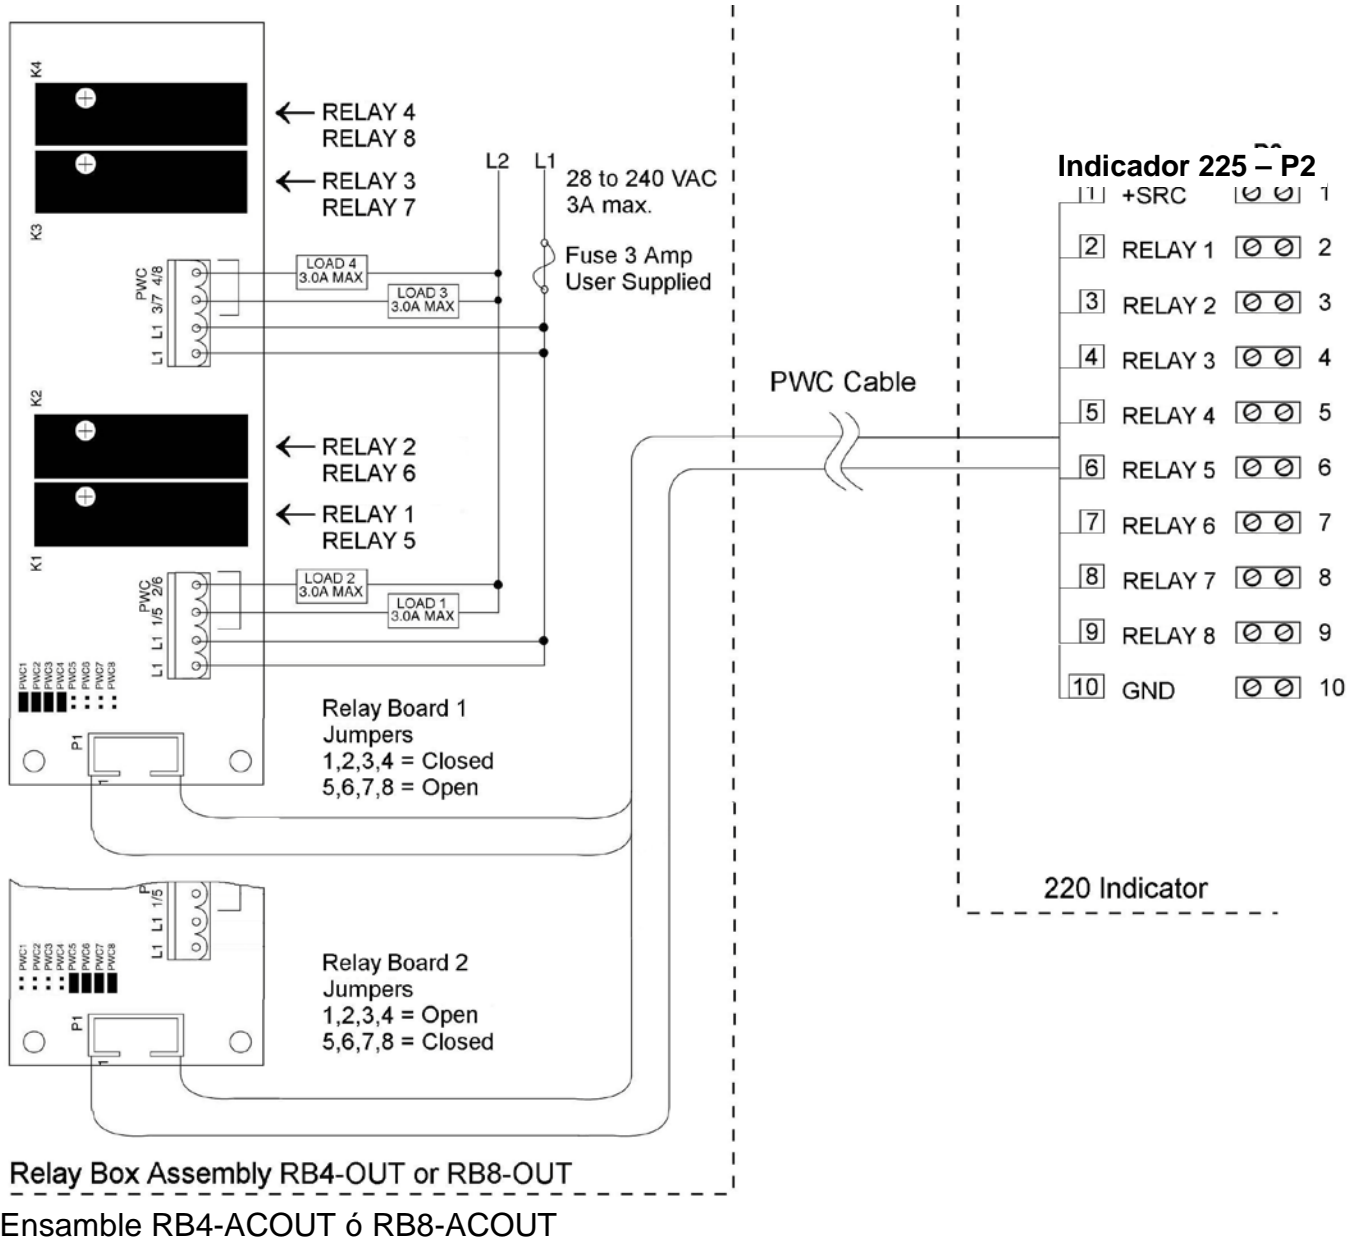
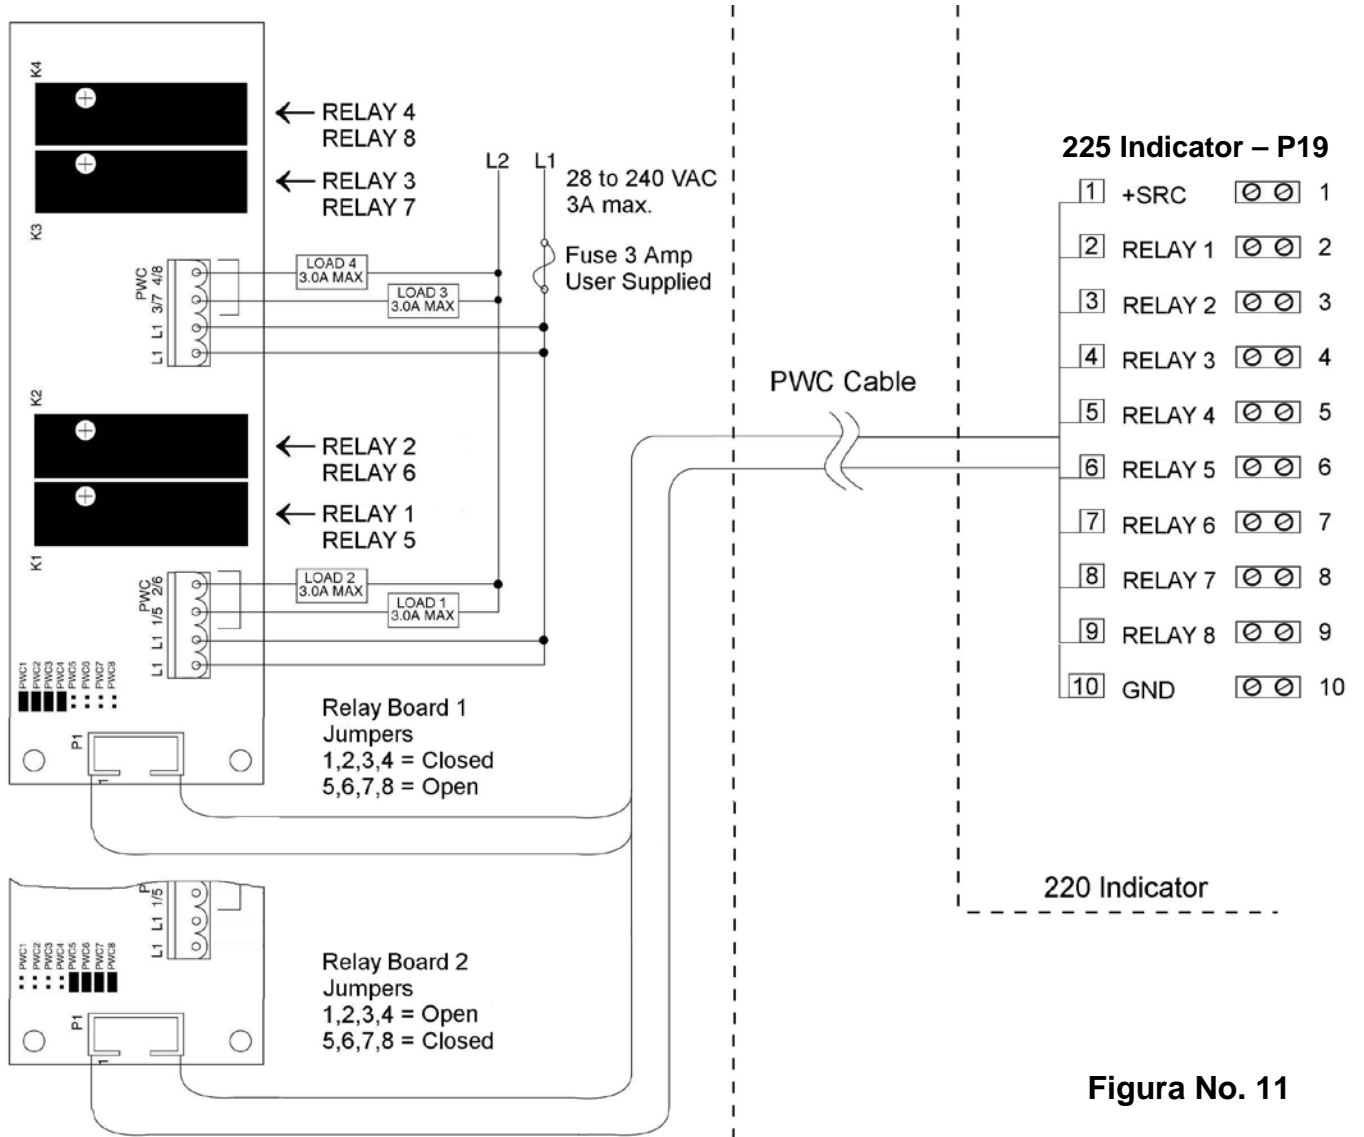
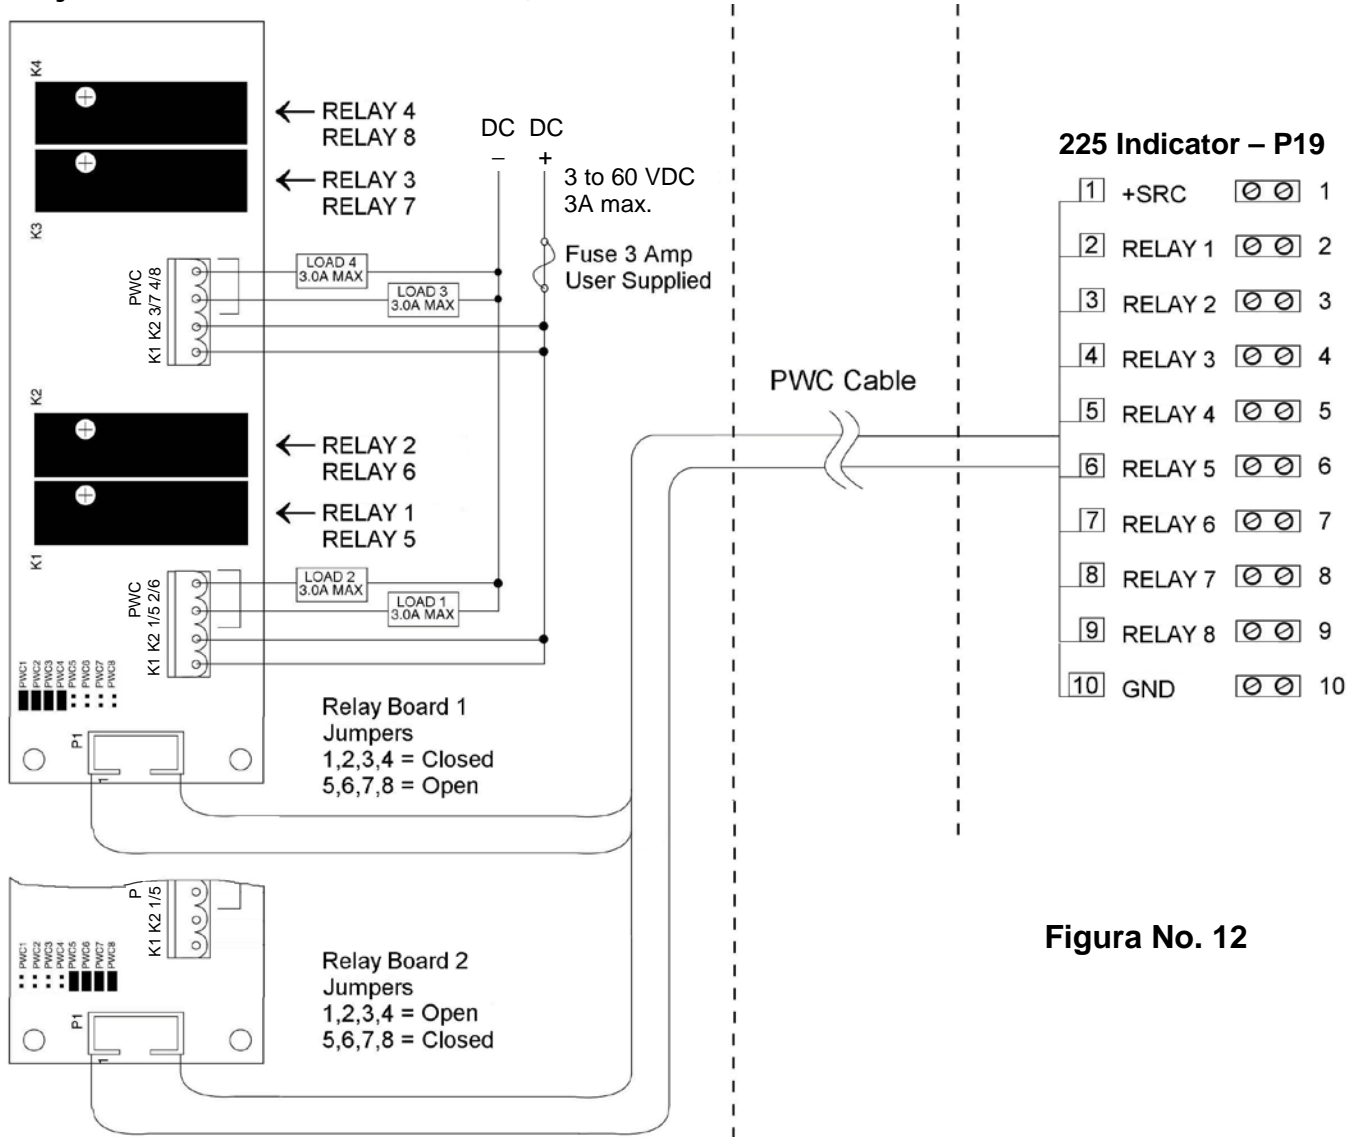
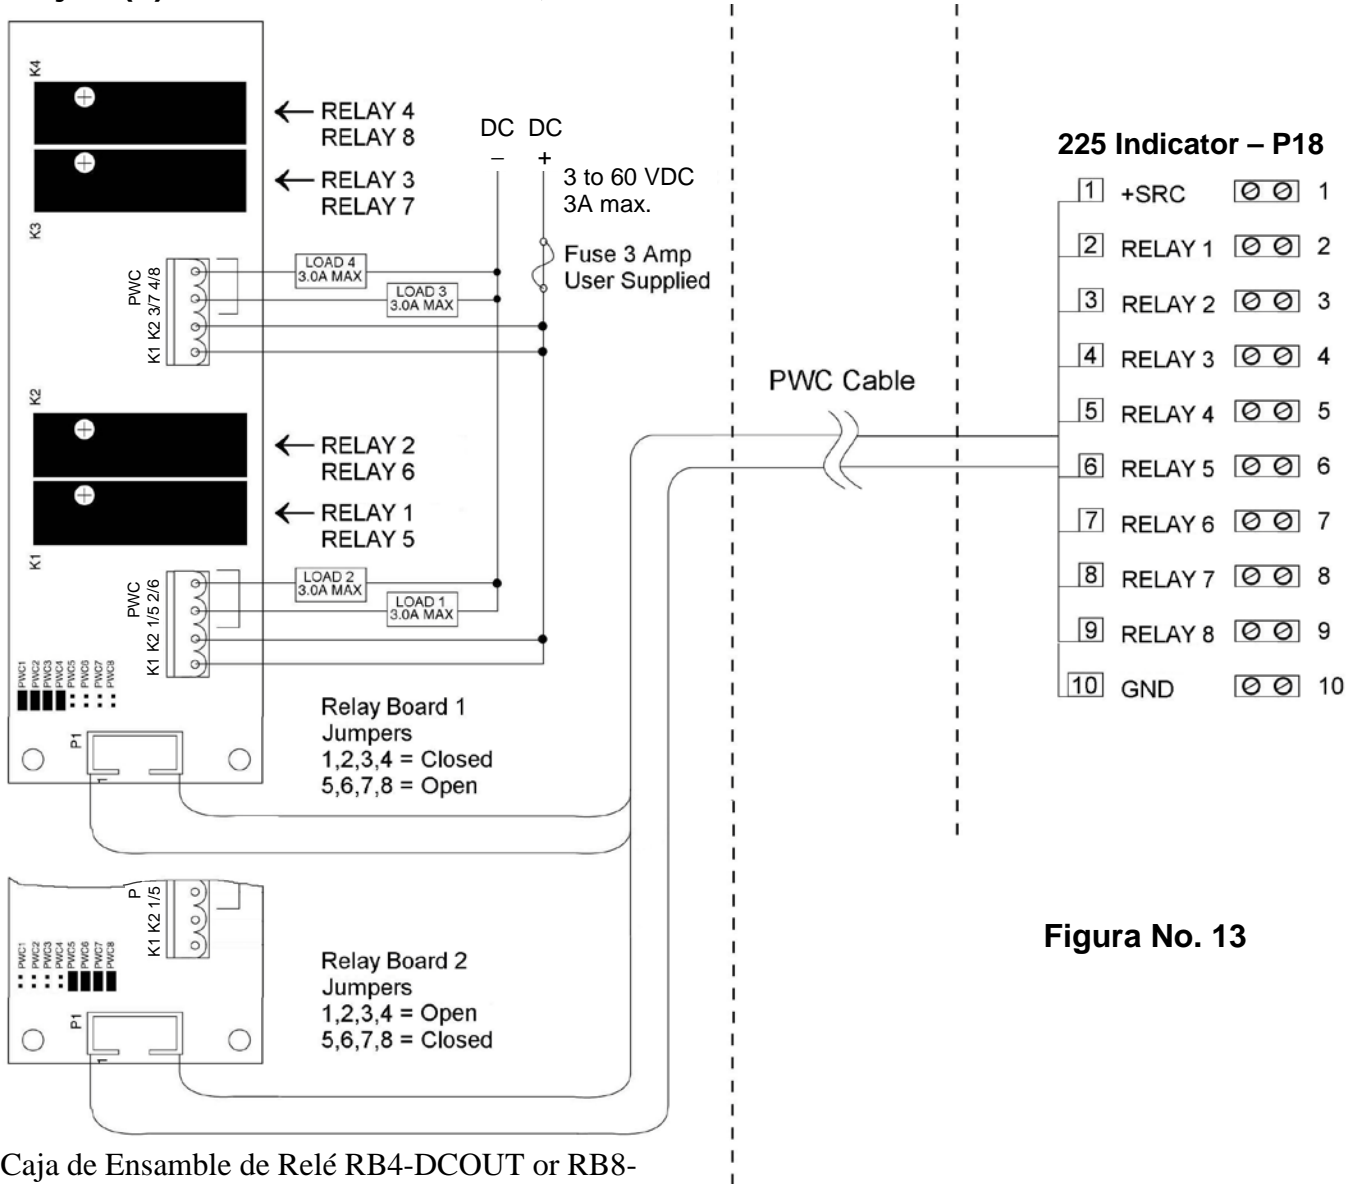

Figure No. 10
Figura No. 11
Figura No. 12
Figura No. 13
Se incluyen 7 entradas programables con el I/O y pueden ser utilizadas para iniciar varias funciones dentro del indicador de manera remota (hasta 100 pies). El acceso a estas entradas es a través del block de terminal (P17) en la parte posterior del tablero de Circuitos Impresos (ver Figura No. 13). Las 7 entradas se definen así:
6. Conecte cada uno de los alambres a las salidas remotas del bloque de terminal (P19 o P18) observando la Figura No. 13 para ubicar los bloques de terminal.
Las Tarjetas de Relé de Salida AC están montadas en una caja de conexión externa para ser usadas con el Indicador 225 y son distribuidas por Cardinal. La RB4-DCOUT contiene una tarjeta y soporta hasta cuatro salidas (seleccionables por medio de puentes). La RB8-DCOUT contiene dos tarjetas y soporta hasta ocho salidas. La tarjeta de relé usada en ambas versiones es (Cardinal p/n 8539-C062-1A). Conecte los dispositivos a ser controlados como se muestra en la Figura No.11 y 12.
Ver la Figura No. 8 para la tarjeta de Relé de Entrada AC, Figura No. 9 Y Figura No. 10 en relación con tarjetas de Relé de Salida AC, Figura No. 11 y Figura No. 12 para la tarjeta de Relé de Salida y Figura No. 13 para la Tarjeta Principal de Circuitos Impresos.
Cuando conectados, estos puentes permiten al indicador 225 suministrar (fuente) 5VDC o 15VDC (VP) a un relé de estado sólido u otra carga de 200 ohms o mayor. Para operar desde la fuente 5 VDC (VCC) o 15 vdc (vp), la conexión positiva de los relés debe estar conectada a los pines 2 a 9 y el alambre negativo de los relés al pin 10 de P18 (P19). Ver la Figura No. 10 para la ubicación del conector P18 y la Figura No. 11 para la ubicación del conector P19.